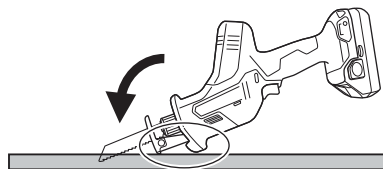

Fig. 26
- (2) Tirez légèrement sur la gâchette pour maintenir une vitesse lente à mesure que vous sciez progressivement le matériau. (Fig. 26).